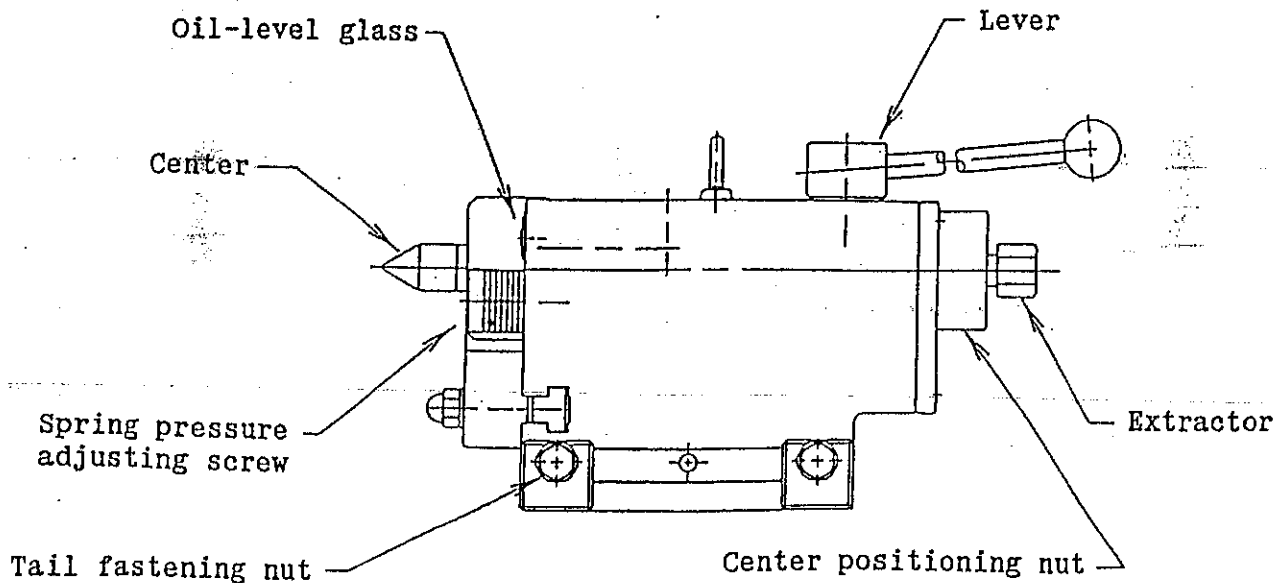

Fig. 6-11 Tailstock
▶ See Fig. 6-11.
► See Fig. 6-11.